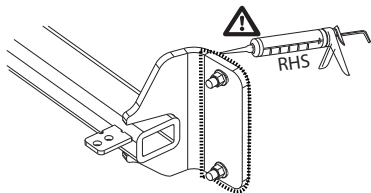

Fig.2
7. **Герметизировать обозначенные части (см. рис. 2)**